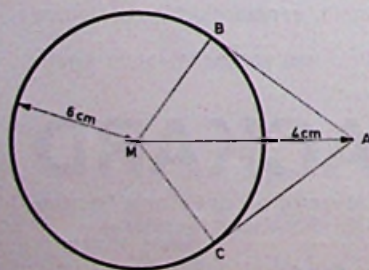

Fig.1
- Vanuit een punt A, 4 cm buiten een cirkel met straal van 6 cm, trekt men de beide raaklijnen aan die cirkel (zie fig. 1). De raakpunten worden B en C genoemd. Bereken het oppervlak van de vierhoek MBAC.